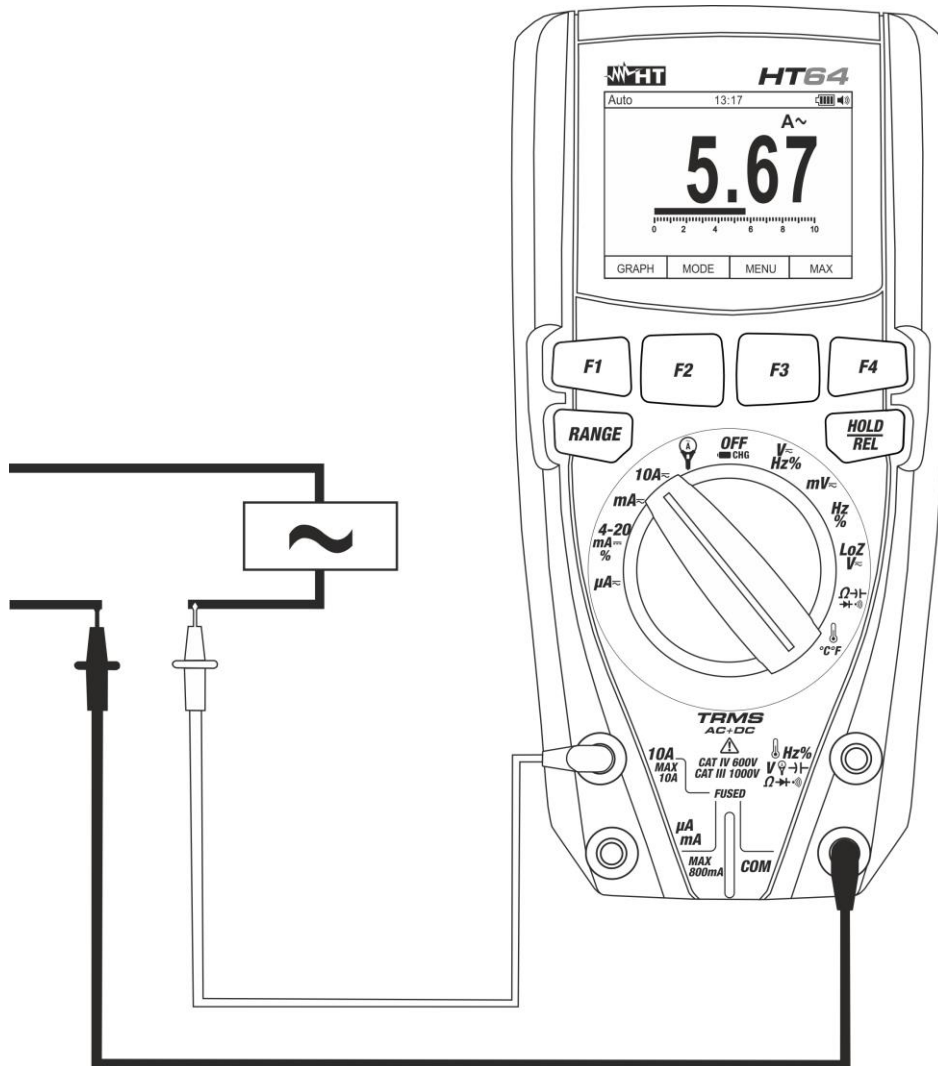

Fig. 31: Utilisation de l'instrument pour la mesure de Courant AC
5. Connecter l'embout rouge et l'embout noir en série au circuit duquel on veut mesurer le courant (voir Fig. 31)